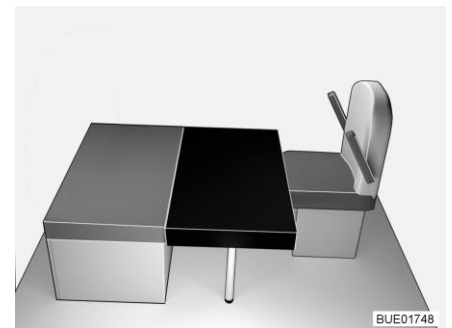

Fig. 156 Después de la transformación
- Colocar el cojín adicional cuadrangular en la mesa (delante del cojín del asiento del banco, véase Fig. 156). En esto, el recorte en el cojín adicional se encuentra en la pared de apoyo delantera.